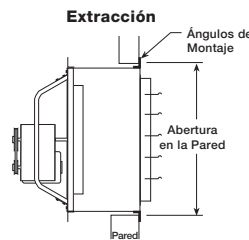
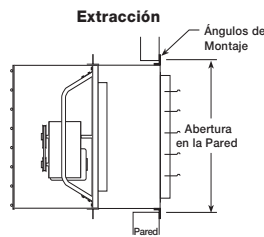
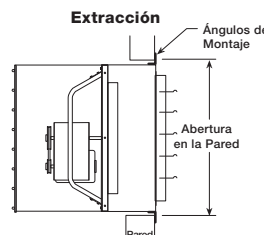

Figura 3 — Instalación de Collar de Pared
Figura 4 — Instalación de Collar de Pared y Protector
Figura 5 — Instalación de Carcasa de Pared
- Mueva el ventilador a la ubicación deseada y determine el método con el que se montará como se muestra en las Figuras 2, 3, 4 y 5. El collar de pared opcional (Figura 3), el collar y protección de pared (Figura 4) o la carcasa de pared (Figura 5) proporcionan un medio cómodo de montar ventiladores de pared lateral.
- La Figura 3 muestra la abertura en la pared necesaria para las instalaciones que usan un collar de pared.
- La Figura 4 muestra la abertura en la pared necesaria para las instalaciones con un collar de pared y un protector.
- La Figura 5 muestra la abertura en la pared necesaria para instalaciones con una carcasa de pared.